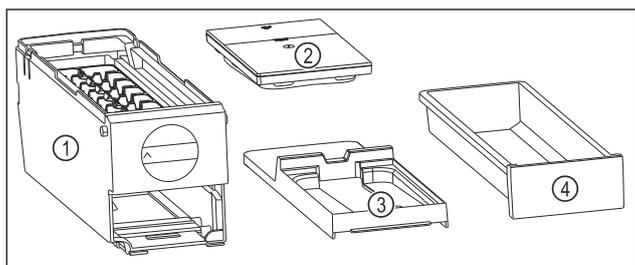

Fig. 143 Súčasti EasyTwist-Ice
- ▶ EasyTwist-Ice je rozložený na štyri časti. (pozri Fig. 143)
- ▶ Rozložte EasyTwist-Ice len na tie súčasti, ktoré sú na obrázku. (pozri Fig. 143)
- ▶ Korpus EasyTwist-Ice Fig. 143 (1) vyčistite ako celok.